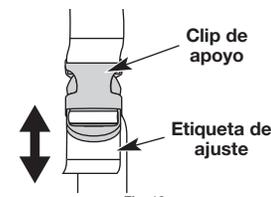

Fig. 18
2. Ajústela levantándola ligeramente en la parte posterior de la presilla inferior, empuje o tire del extremo suelto de la correa para adaptarla al tamaño y comodidad del operador (Fig. 18).